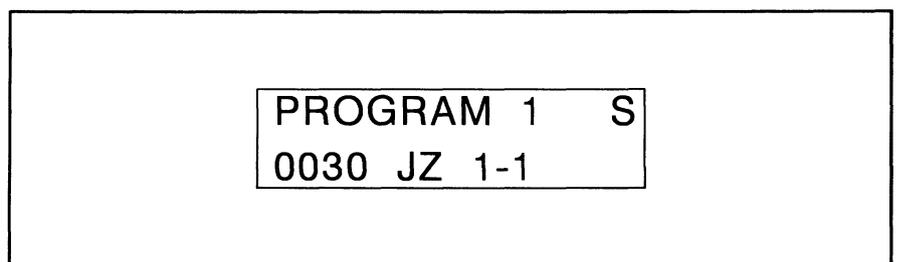

図3-8：ステップ停止したときの表示
- (1) TC時間内にMV等の動作を開始した場合は、非動作時間のカウンタは停止します。
- (2) 「ステップ停止」したあと、運転を再開したときに、まだ非動作状態の場合は、非動作時間のカウンタを0から開始します。
- (3) SS機能により「ステップ停止」したときは、図3-8に示すように、ティーチングペンダントまたはオペレーティングパネルのプログラム名の横に、「S」を表示します。